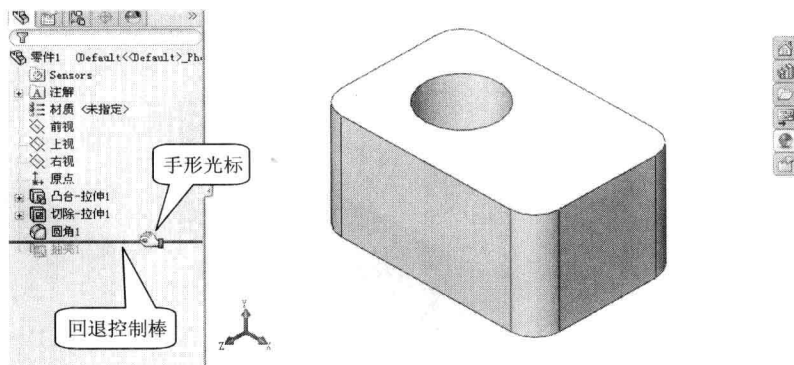
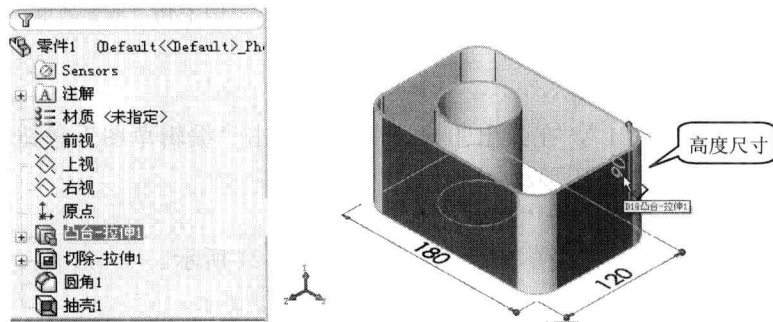

图 1-22 上移“回退棒”
图 1-23 显示“凸台-拉伸1”尺寸
- (4) 在特征树上单击“凸台-拉伸 1”，在弹出的快捷菜单中单击“编辑特征”按钮, 将方向 1 下的深度值改为“90”，单击“确定”按钮, 模型高度增高 30mm。
- (5) 移动光标到特征树下的“回退棒”（光标变为手形），将“回退棒”上移到“抽壳 1”上方，结果如图 1-22 所示。
- (6) 再将“回退棒”下移到“抽壳 1”下方，恢复原状。
- (7) 单击特征树中“凸台-拉伸 1”，模型中显示“凸台-拉伸 1”的尺寸，如图 1-23 所示。